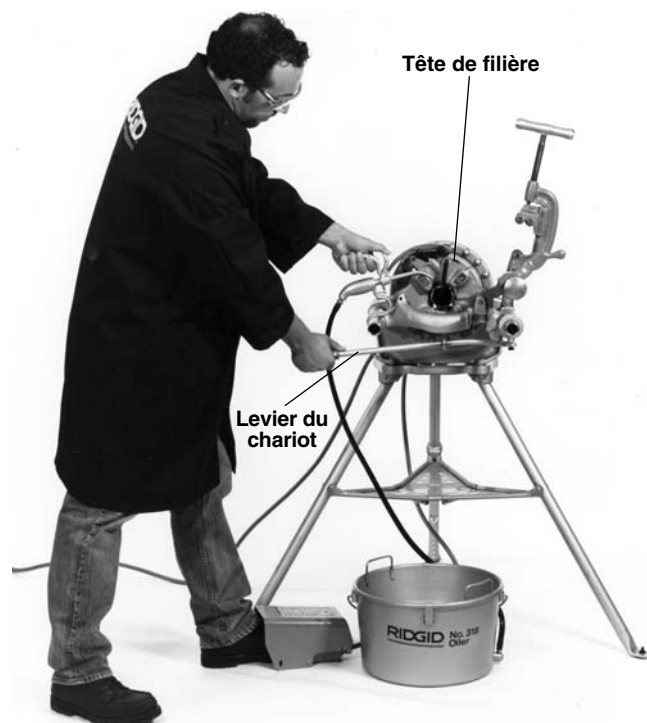

Figure 11 – Filetage des tuyaux à l'aide des fileteuses à ouverture rapide ou automatique.
4. Mettez-vous en position de travail (*Figure 11*).
1. Vérifiez que le coupe-tubes et l'alésoir sont rabattus vers l'arrière du chariot (Figure 11).